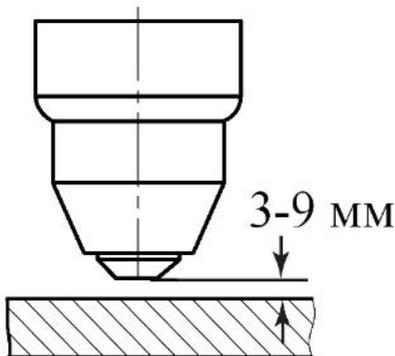

Рис. 9.1.2. Выбор расстояния от сопла плазматрона до разрезаемого изделия.
2. Расстояние до разрезаемого изделия (См. рис. 9.1.2).